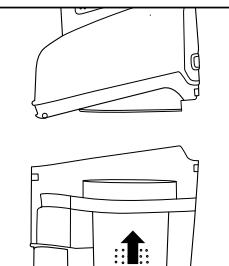

Fig. 4
4. Replacez le réservoir à poussière dans l'aspirateur (Fig. 4).
7. Replacez le réservoir à poussière dans l'aspirateur (Fig. 4).